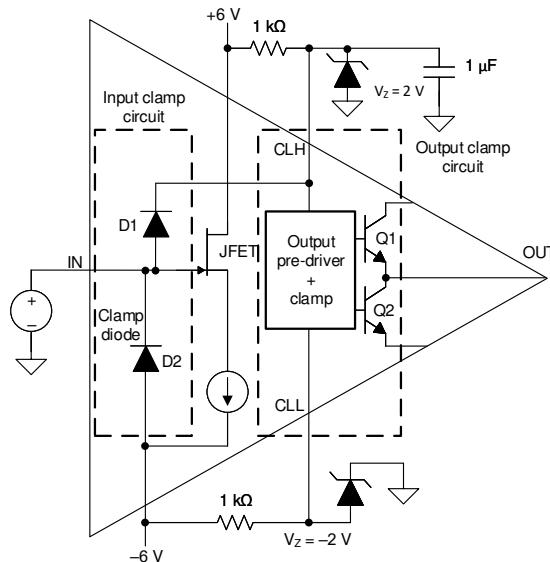

図 7-1. 内部入力および出力の過電圧クランプ
- 図 7-1 に、2 つの内部クランプダイオード D1 と D2 を経由してピン CLH および V_{S-} に接続されている BUF802 の入力を示します。これらのダイオードは連続電流の 100mA 定格ですが、非常に高い過渡電流に耐えられます。JFET 入力電圧が CLH または V_{S-} の電圧を超えると、ダイオードは順方向バイアスされ、JFET を CLH および V_{S-} にクランプします。ツエナー ダイオードと並列に $1\mu F$ のコンデンサを接続すると、D1 ダイオードを通過する過渡吸収に役立ちます。